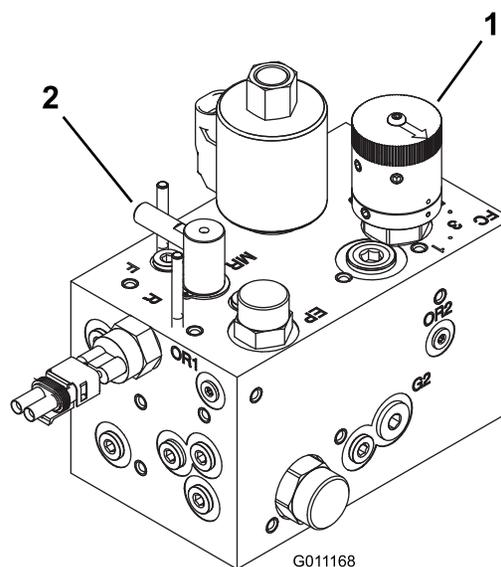

図 76
- バックラップコントロールをバックラップ位置Rにセットする。リール速度コントロールを1にセットする 図 76。